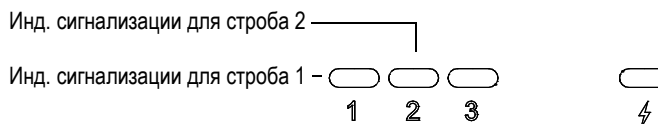

Рис. 2-12 Световые индикаторы строба 1 и строба 2
- Загорается один из двух световых индикаторов сигнализации на передней панели ЕРОСН 600 (см. Рис. 2-12 на стр. 43).